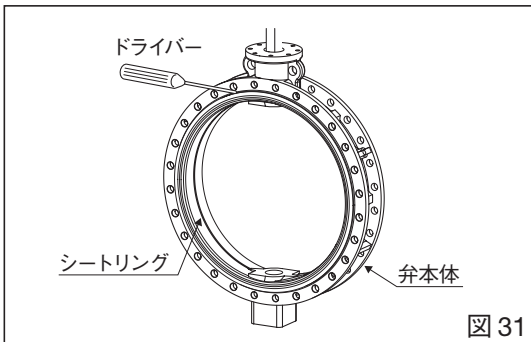

図 31
8. 本体を吊り上げ、立てて、本体とシートリングの隙間にドライバー等を差し込み、こじってシートリング、ガイドリングを取り外してください。(図31)